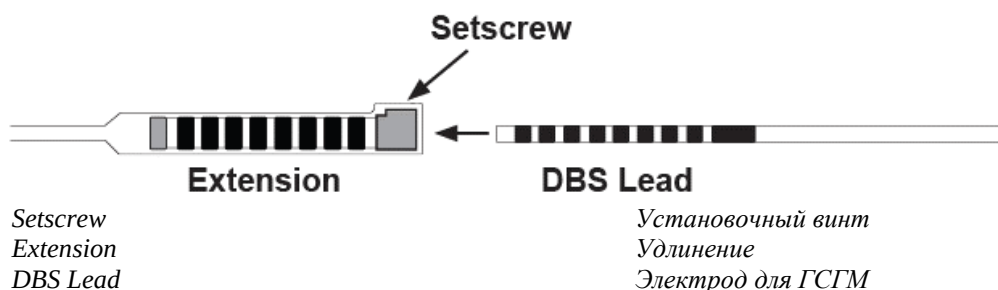

Рисунок 24. Электрод для ГСГМ и разъем удлинителя электродов
1. Убедитесь, что установочный винт не ограничивает входной порт на разъеме удлинителя электродов, отвернув установочный винт на 1-2 оборота с помощью динамометрического ключа (рисунок 24).